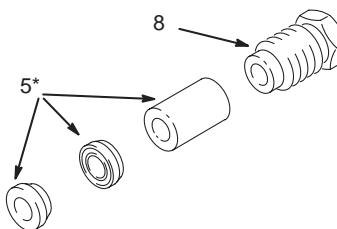

Fig. 24
3. Installer en ny o-ring (34) i adapteren (4). Installer en ny o-ring (2b) i huset (2a). **MERK:** For å gjøre o-ringinstallasjonen lettere plasser adapteren (4) i sprøytehuset (2a) for å stoppe til enden. Installer én ende av o-ringen i rillen i huset, og trykk deretter resten av o-ringen på plass.
4. Skru løs pakningsskruen (8) fra adapteren (4) med pistolverktøyet (28).
5. Bruk en mekanisk hake og skyv de tre væskepakningene (5) ut av adapteren (4). Vær forsiktig så du ikke skader adapteren. Kast de gamle væskepakningene.
6. Plasser de nye væskepakningene (5) og pakningsskruen (8) på nålen (13). Se fig. 24 angående delenes retning.